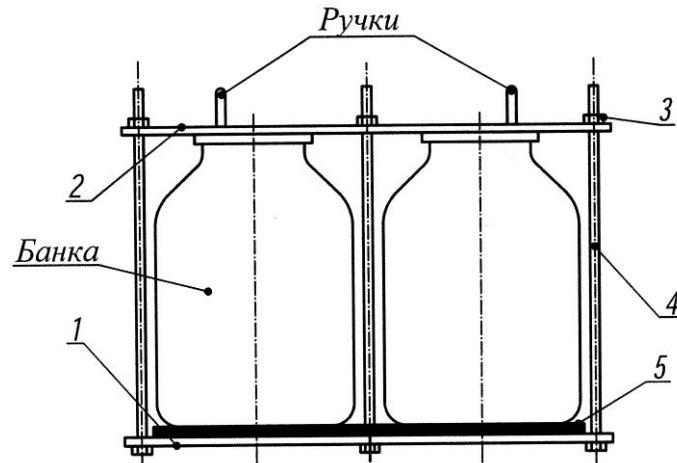

Рис.2 Кассета
- при необходимости вынуть кассету с банками из корпуса автоклава, взявшись двумя руками за ручки крышки 2 (рис. 2) (предварительно слив воду);
Установить в кассету подготовленное количество банок с закатанными продуктами согласно таблице 2.2. (где показана максимальная вместимость) и надежно зафиксировать банки в кассете с помощью зажимных гаек 3 (рис. 2), затягивая их крест-накрест ключом с лёгким усилием.
**ВНИМАНИЕ!** Если Вы используете стеклянную тару с крышками «твист-офф» (закручивающиеся крышки), то крышку 2 (рис.2) можно не устанавливать.
При установке банок в два слоя, банки верхнего слоя устанавливаются непосредственно на банки нижнего слоя без резиновой прокладки 5 (рис.2). Банки должны располагаться как можно ближе к шпилькам. Банки должны иметь одинаковую высоту.
**5.24. После остывания банок до комнатной температуры** открутить гайки 3 (рис. 2), снять крышку 2, вынуть банки с консервируемой продукцией и проверить состояние крышек, банок и прочность закатки.
7.4. Перед транспортировкой снять шланг слива, вывернуть сливной кран, вывернуть ручки 2 (рис. 1), вытащить из колбы термометр и запаковать его в коробочку. Уложить всё это вместе с кассетой внутрь корпуса автоклава. «Руководство по эксплуатации» и «Технологическую инструкцию» положить в полиэтиленовый пакет и уложить в корпус автоклава. Перевернуть крышку 12 (рис. 1) клапаном вниз и, используя 2 гайки 3 (рис. 2), закрепить крышку на корпусе.